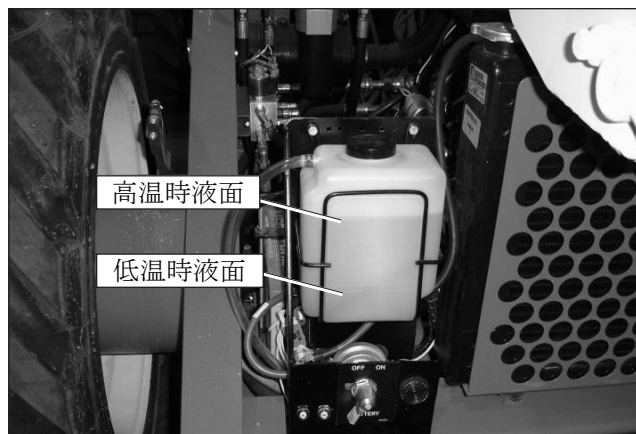

図 7.3 - 冷却液タンク
- エンジンが冷えているときは、冷却液面が冷却液タンクの高温マークと低温マークの間になければなりません（図7.3を参照）。